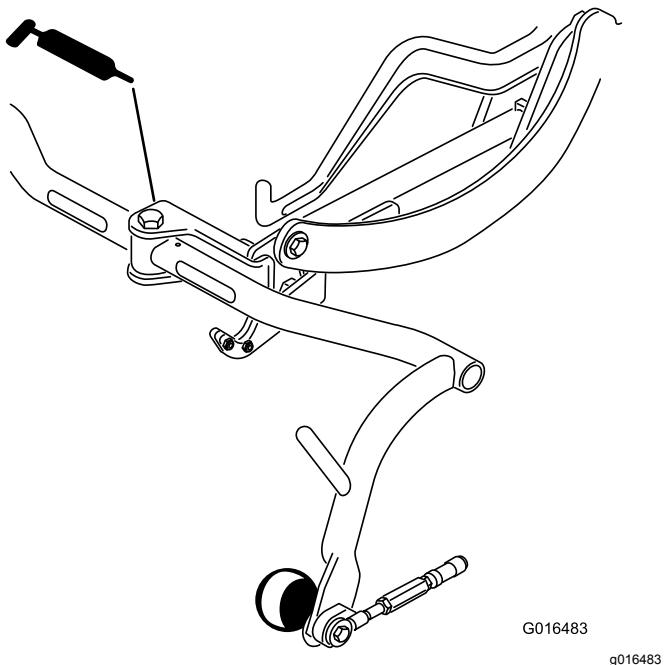

Bild 32
- Trägerrahmenscharnier (3) (Bild 32)